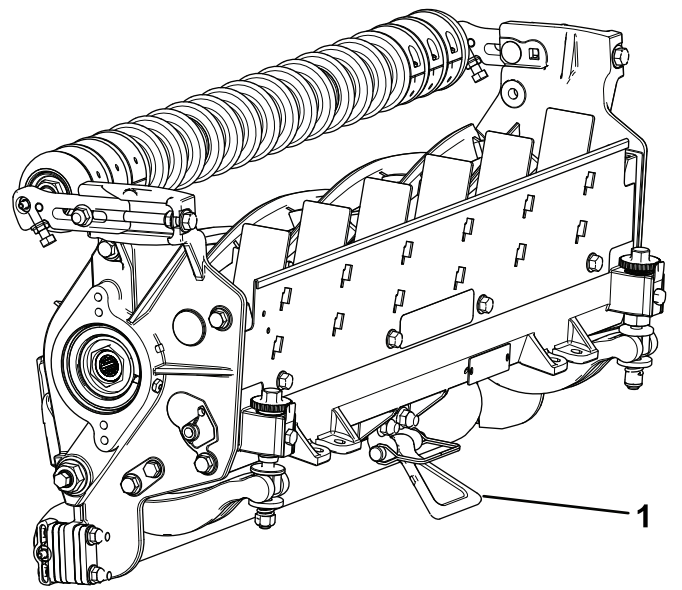

图 11
**重要事项** 确保底刀架调节螺丝后端上的螺母不与工作表面接触使用支架图 11。